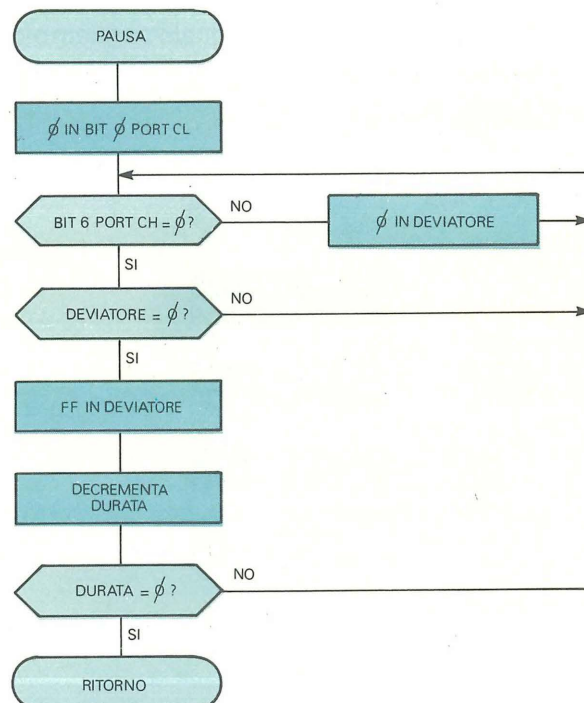

Figura 6 - Listato e flow della subroutine di pausa.
- pausa (026F ÷ 0289) (v. Figura 6).